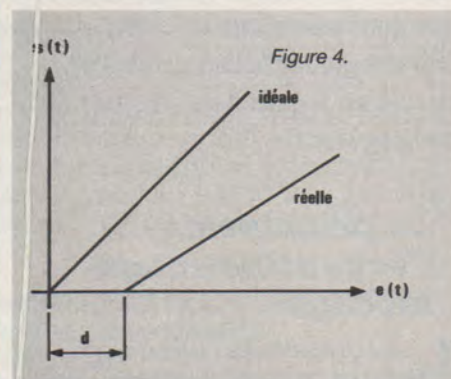

Figure 4.
Idéalement, la tension de sortie $s(t)$ devrait, alors, reproduire exactement la tension $e(t)$ appliquée sur l'entrée du dispositif. Dans un système de coordonnées $(e(t), s(t))$, la fonction de transfert de ce dernier est alors représentée par la bissectrice des axes de coordonnées (**figure 4**).
Dans la réalité, deux erreurs apparaissent, et conduisent à l'autre fonction de transfert représentée à la figure 4 :
- d'autre part, il apparaît un décalage entre $e(t)$ et $s(t)$, matérialisé par la translation d sur la figure 4.